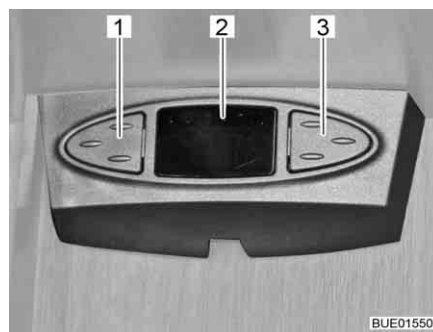

Fig. 25 Ratón satélite
Según el modelo, la instalación de antena parabólica estará equipada con un ratón satélite. La visualización (Fig. 25,2) del ratón satélite indicará el canal ajustado. Con las dos teclas se pueden manejar las funciones básicas de la instalación de antena parabólica (cambiar de programa, conectar/desconectar).
- Seleccionar el programa anterior de la lista de programas: Pulsar la tecla izquierda (Fig. 25,1).
- Seleccionar el programa siguiente de la lista de programas: Pulsar la tecla derecha (Fig. 25,3).
- Cambiar de radio a televisión y viceversa: Pulsar las teclas (Fig. 25,1 y Fig. 25,3) brevemente al mismo tiempo.
- Conectar/desconectar el receptor: Pulsar las teclas (Fig. 25,1 y Fig. 25,3) al mismo tiempo y mantenerlas pulsadas.